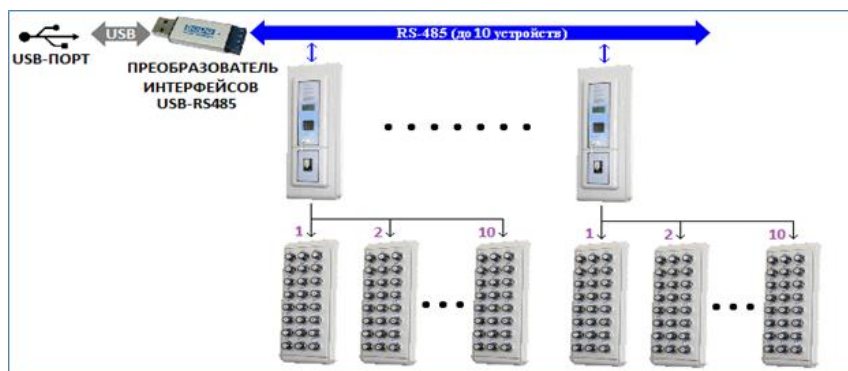

Рисунок 1-16 Схема подключения электронных сейфов для ключей к USB-порту
- к USB-порту (см. Рисунок 1-16),